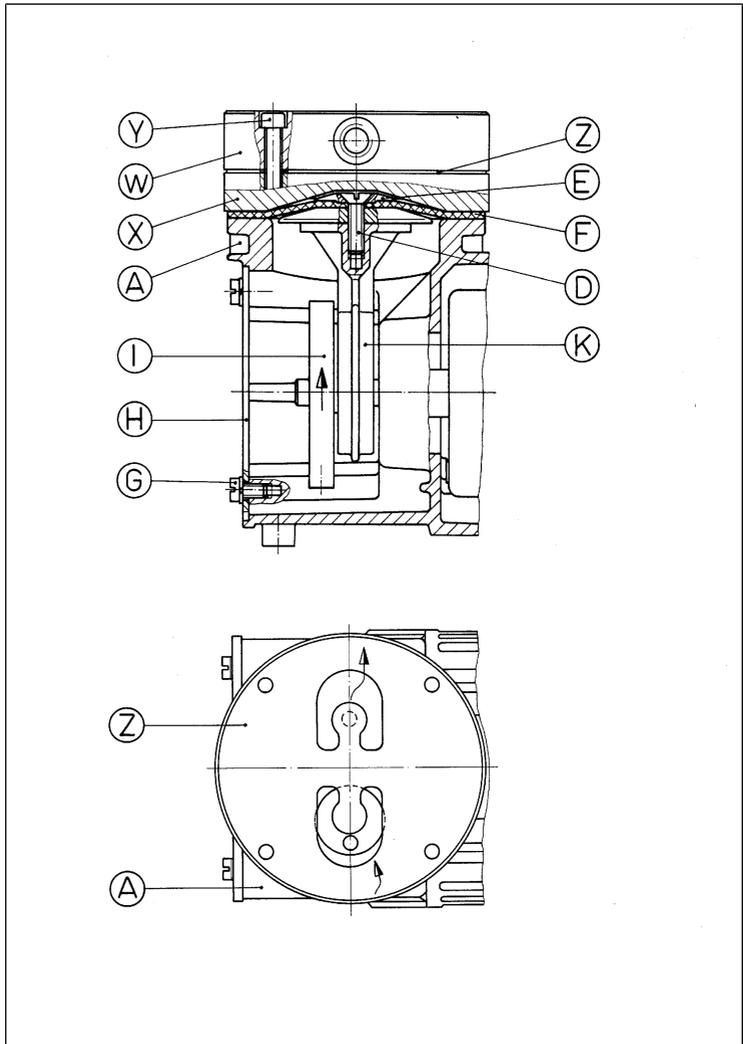

Abb.6: Pumpenteile
\*\*nach Abb. 6
27. Legen Sie die Zwischenplatte (X) auf die Membrane (F) entsprechend der Bleistiftkennzeichnung am Gehäuse.
28. Auflegen der neuen Ventilplatte (Z) auf Zwischenplatte (X) (Ausrichtung siehe Abb. 6).
29. Legen sie den Membrankopf (W) in die mit Bleistift gekennzeichnete Einbauposition auf und ziehen Sie die Inbusschrauben (Y) gleichmäßig über Kreuz an (Anzugsmoment: 5,5 Nm)
30. Kontrollieren Sie den leichten Lauf beim durch Drehen der Schwungscheibe (I).